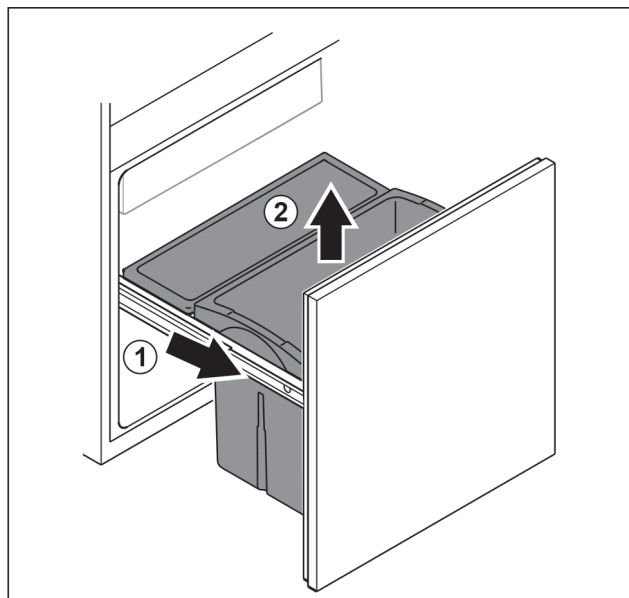

Fig. 80
- ▶ Vytiahnite vyťahovací vozík až na doraz. Fig. 80 (1)
- ▶ Odoberte zásuvku nahor. Fig. 80 (2)